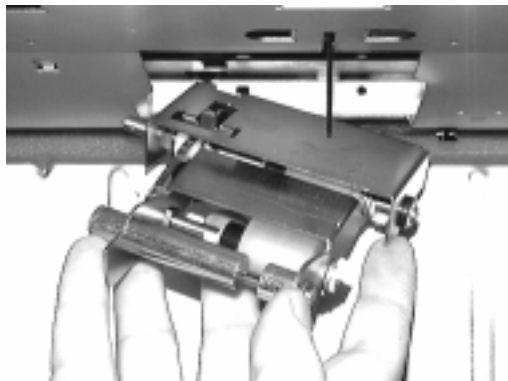

Figura 4-65 Installazione del gruppo dei rulli superiore
1. Dalla parte anteriore dell'HCI, inserire con cura il gruppo dei rulli superiore al proprio posto, come mostrato nella Figura 4-65.